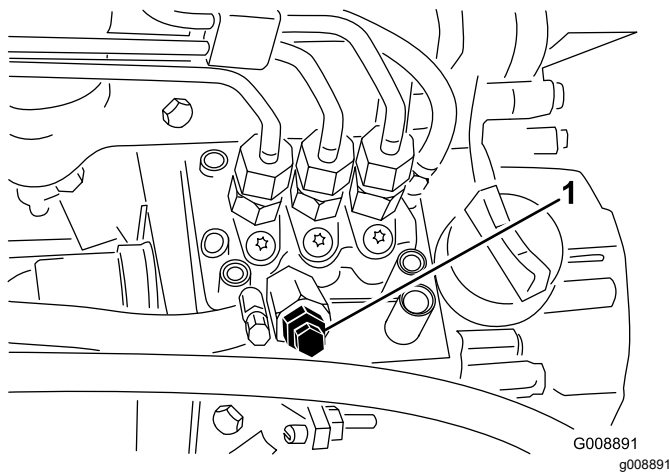

Figura 34
4. Desaperte o parafuso de purga que se encontra na bomba de injeção de combustível (Figura 34).